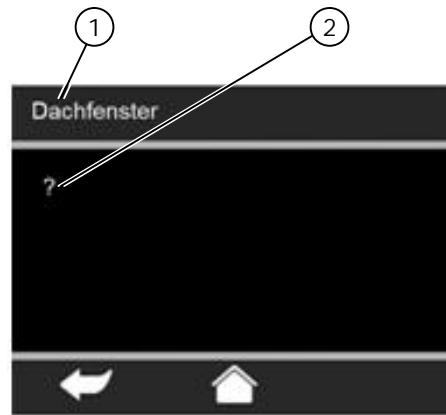

Abb. 29. Meldung bei undefiniertem Zustand (Beispiel)
- Falls die Abfrage des Objektwertes fehlschlägt wird, bis ein entsprechendes Bustelegramm eintrifft, die Meldung für einen undefinierten Zustand ausgegeben. Die Meldung enthält den Kanalnamen als Kopfzeile und ? als Meldungstext (Abb. 29).